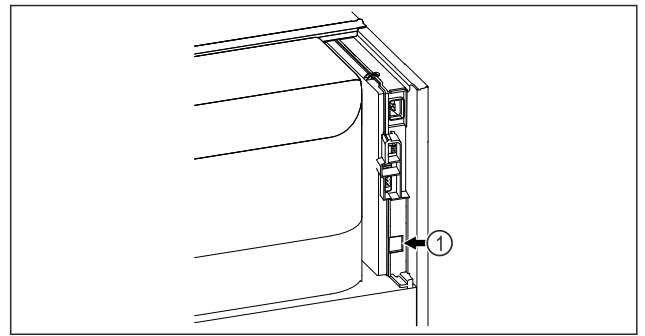

Fig. 90
- SmartModule Fig. 90 (1) er satt inn.